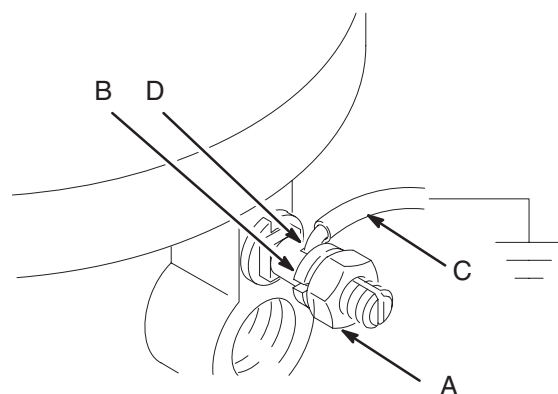

Fig. 1
- **Pumpe:** Tilslut en stelledning og klemme som vist på Fig. 1. Løsn låsemøtrikken (A) og skiven (B) på gevindstykket til fastgørelse af stelledningen. Indsæt den ene ende af en stelledning (C) på mindst 1,5 mm² i rillen i skoen (D), og spænd låsemøtrikken sikkert til. Slut den anden ende af ledningen til en sikker jordforbindelse.